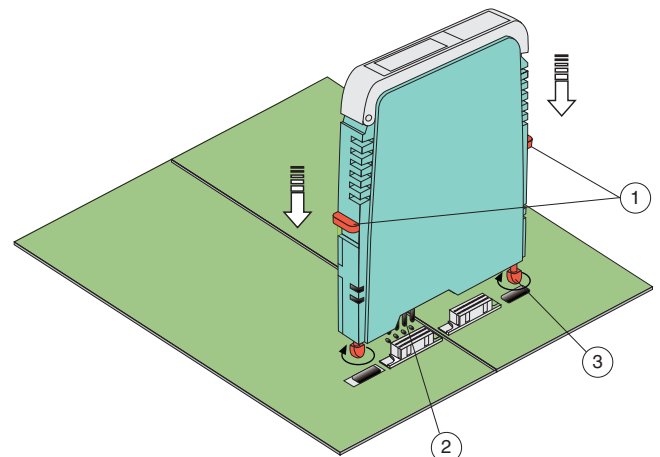

Abbildung 9 Korrekte Montage einer H-System-Trennbarriere
- Vergewissern Sie sich, dass sich der rote Quick-Lok-Riegel (1) in der oberen Position befindet.
- Beachten Sie die Steckausrichtung des Moduls. Führen Sie die Kodierstifte (2) des Moduls in die zugehörigen Kodierbohrungen im Board. Zentrieren Sie nun die Arretierungsstifte (3) über den Arretierungsaufnahmen auf dem Termination Board.
- Zum mechanischen Arretieren des Moduls drücken Sie den roten Quick-Lok-Riegel (1) auf beiden Seiten des Moduls nach unten (siehe Abbildung 9).